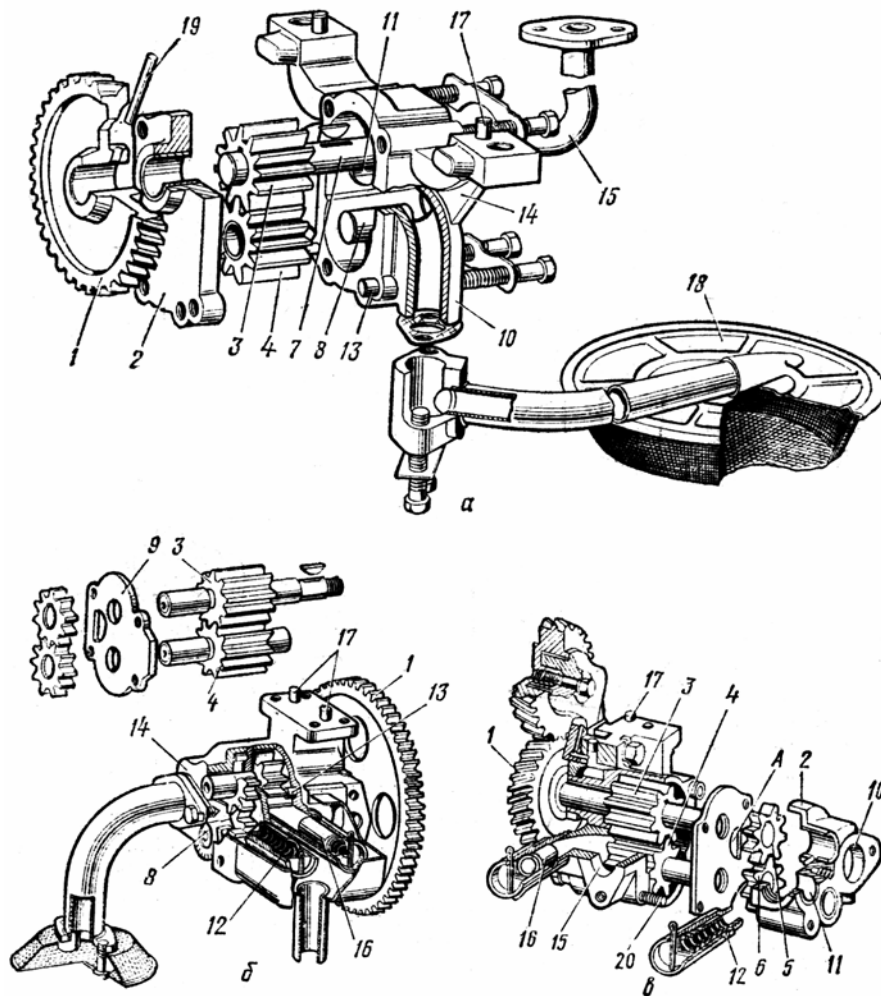

Рис. 2.5. Масляные насосы:
2. Изучите масляный насос (рис. 2.5).
3. Изучите масляный насос. На плакате (рис. 2.5) проследите, куда подают масло радиаторная (узкие шестерни) и основная (широкие шестерни 3 и 4) секции. Найдите входной 10 и выходные каналы в корпусе. Обратите внимание, что проставка 9 имеет отверстие А только со стороны входа масла.